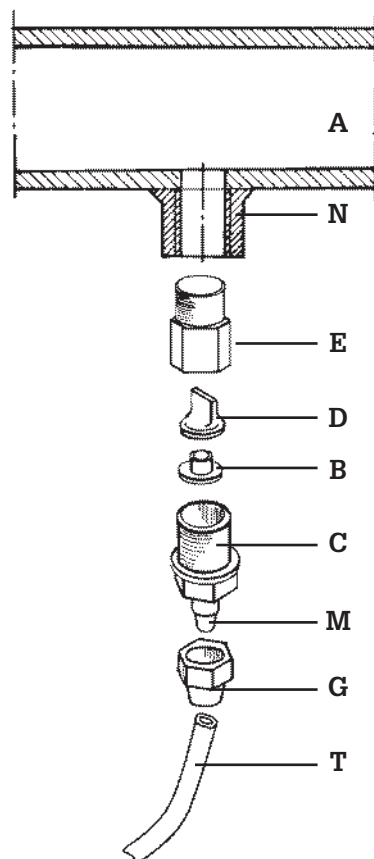

Fig. 8
- f. - Applicare sulla condotta dell'impianto da trattare, nel punto più idoneo per effettuare l'iniezione del prodotto da dosare, un raccordo in acciaio da 3/8" gas femmina. Tale raccordo è escluso dalla fornitura. Avvitare la valvola di iniezione nel raccordo utilizzando come guarnizione del Teflon Fig. 8. Connettere il tubetto all'attacco conico della valvola d'iniezione e bloccarlo con l'apposita ghiera. La valvola di iniezione è anche valvola di non ritorno.
3.1 - SCHEMA DI MONTAGGIO VALVOLA DI INIEZIONE Fig. 8